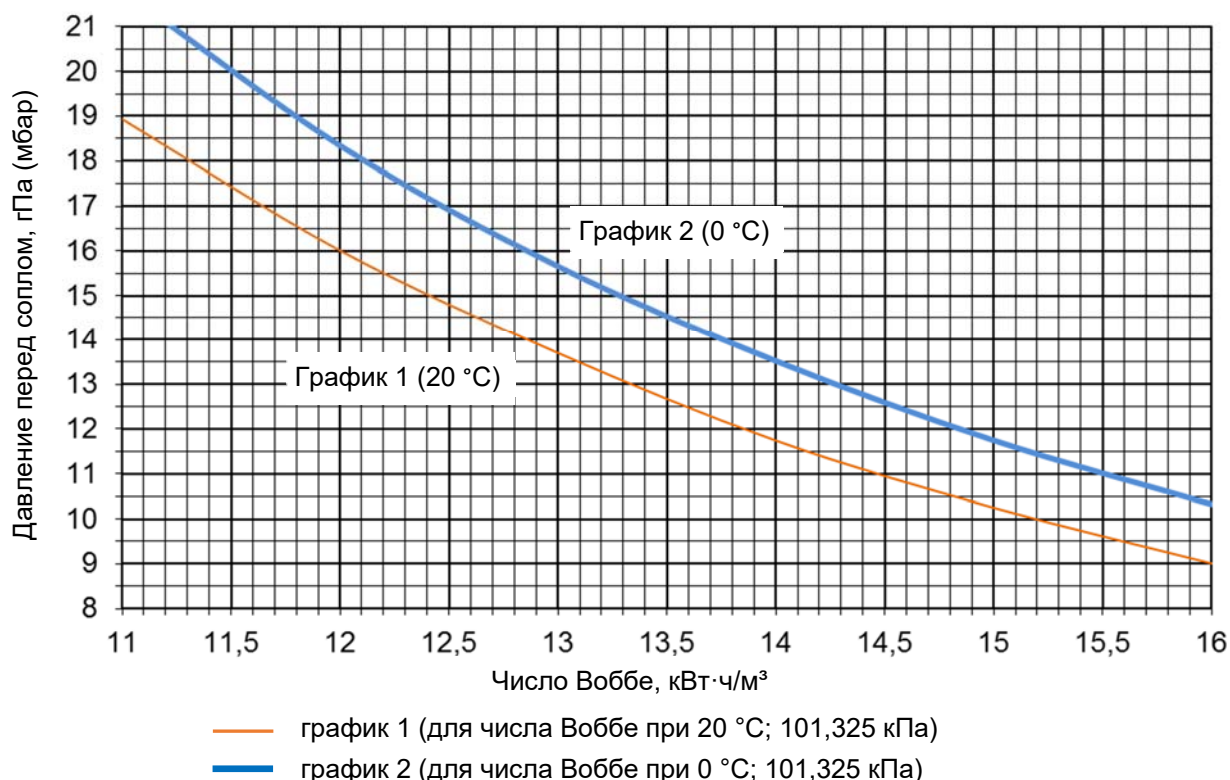

Рисунок 4.2.2 Определение давления газа перед соплом
1) - давление газа на входе в сопло указано для природного газа с низшей теплотой сгорания газа  $H_i=8572$  ккал/м3 (9,97 кВт·ч/м3), устанавливается согласно графику (рис. 4.2.2), в зависимости от числа Воббе
**\* Для достижения номинальной тепловой мощности излучателя необходимо давление газа на входе в сопло установить согласно графику (рис. 4.2.2), в зависимости от числа Воббе используемого природного газа (информацию о числе Воббе необходимо получить у местной газораспределительной организации).**